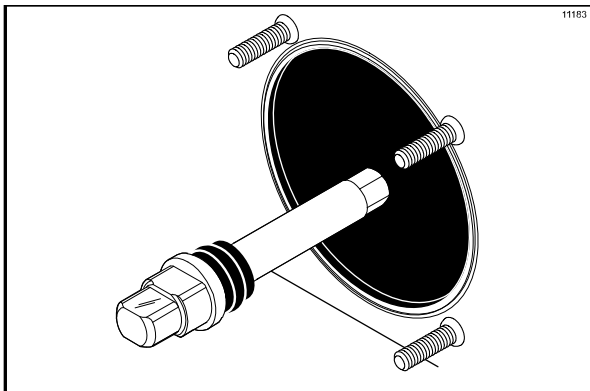

Abbildung 129
- Die Antriebswelle des Rührwerks durch das rückwärtige Lager hindurch in den Gefrierzylinder hineinschieben, bis der Sechskant fest in die Antriebskupplung eingreift. (Siehe Abbildung 129.)